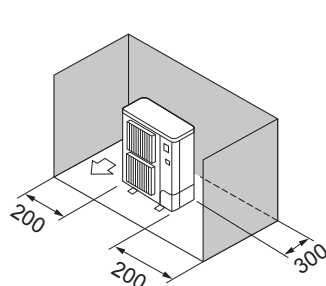

Fig. 2-4
- ③ Кедергілер тек артқы және бүйір жағында (Fig. 2-4)